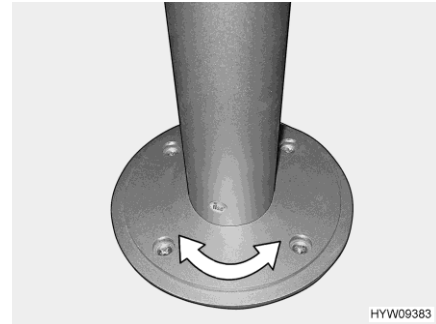

Fig. 56 Pied de table colonne (pivotant)
- Tourner le plateau de table dans la position désirée. Un certain effort est pour cela nécessaire car le plateau de table tourne dans le sens inverse de la résistance au frottement sur le pied de table colonne (Fig. 56).